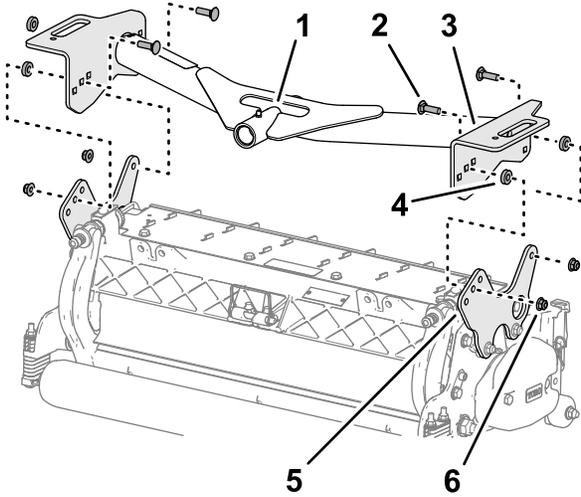

图 19
1. 将前承载架板中的孔与滚刀组安装板中的孔对齐 图 19。
2. 对齐承载板和安装板之间的隔片图 19 并使用托架螺栓 $\frac{3}{8}$ x $1\frac{1}{4}$ 英寸和凸缘锁紧螺母 $\frac{3}{8}$ 英寸松动地组装板和隔片。